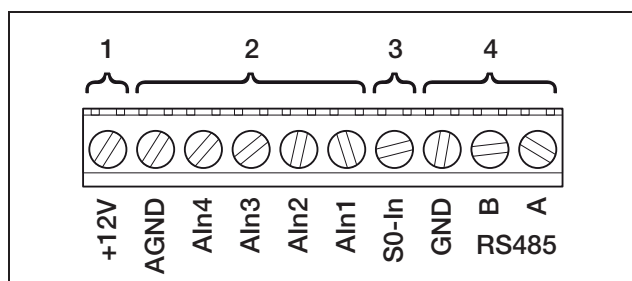

Abbildung 64: Kabelklemme
- Schließen Sie die Leitungen entsprechend der Anschlussbelegung (Abbildung 64 und Tabelle 11) an der Klemme an.
Auf der Klemme für analoge Schnittstellen (Abbildung 64) befinden sich Anschlüsse für die serielle **RS485-Schnittstelle**. Über RS485 können, abhängig von den benutzten Wechselrichtern, bis zu 200 Wechselrichter vernetzt werden.
- Schließen Sie die Leitungen entsprechend der Anschlussbelegung (Tabelle 8) an der Klemme (4 in Abbildung 64) an.